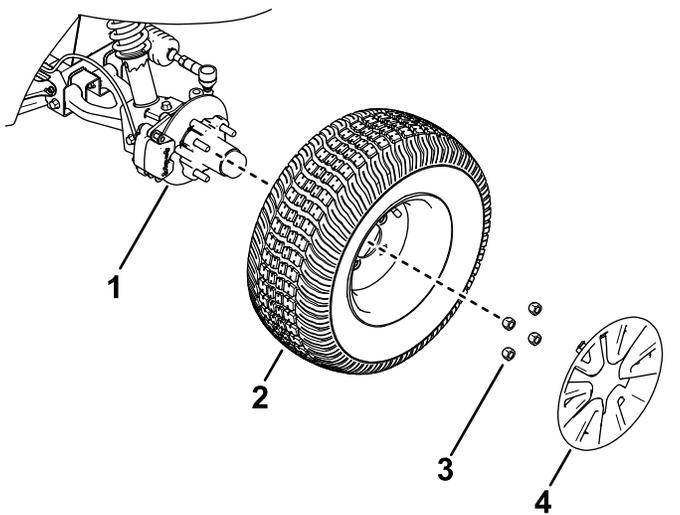

Bild 20
2. Nehmen Sie die Radkappe und die vier Radmuttern ab, mit denen das Rad an der Radnabe befestigt ist (Bild 20).
4. Fluchten Sie die Löcher im Rad mit den Bolzen der Nabe aus und montieren das Rad so an der Nabe, dass das Reifenventil außen ist (Bild 20).
5. Befestigen Sie das Rad mit den Radmuttern an der Nabe (Bild 20).